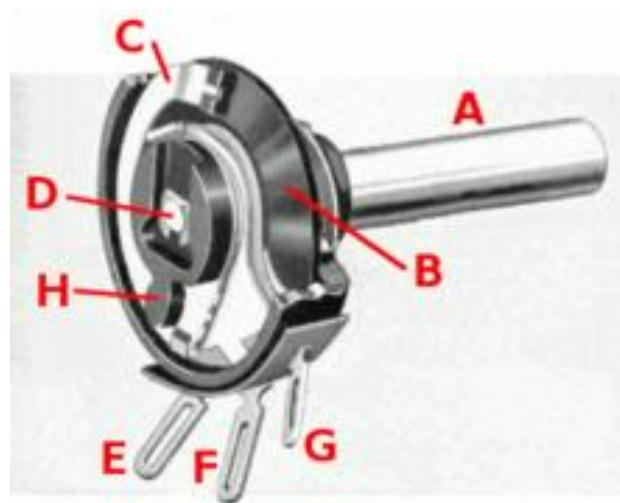

Рис. 2.2 Конструкція потенціометра
Потенціометри (рис. 2.2) складаються з резистивного елемента, ковзного контакту, який рухається уздовж елемента, роблячи хороший електричний контакт з однією його частиною, електричних клем на кожному кінці елемента, механізму, який переміщує контакт з одного кінця на інший, і корпус, який містить елемент і контакт. Дивіться малюнок. Багато недорогих потенціометрів побудовані з резистивним елементом (B), сформованим у дугу кола, як правило, трохи менше повного витка, і контакту (C), що ковзає на цьому елементі при обертанні. Резистивний елемент може бути плоским або кутовим. Кожен кінець резистивного елемента з'єднаний з клемою (E, G) на корпусі. Контакт підключений до третьої клеми (F), як правило, між двома іншими. На панельних потенціометрах контакт зазвичай є центральною клемою з трьох. Для однооборотних потенціометрів цей контакт зазвичай крутиться лише одним обертом навколо контакту.